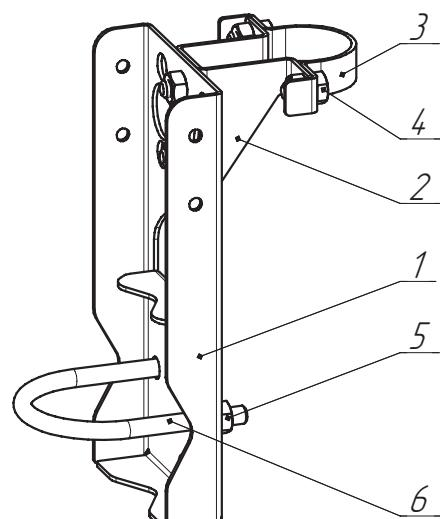

Рисунок 44. Кронштейн горизонтальный из нержавеющей стали в комплекте с КМЧ исп. 1
КМЧ для кронштейна горизонт. исп. 1, нерж. (E) (Рисунок 44)